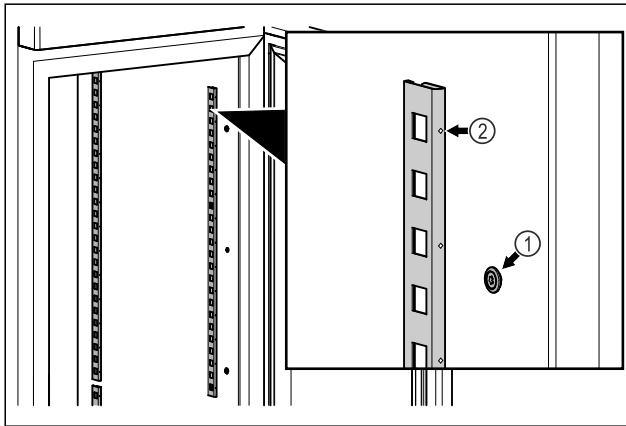

Fig. 58 例图
- ▶ 让止动条挂在悬挂装置 Fig. 58 (1) 上。标记 Fig. 58 (2) 必须指向前方。